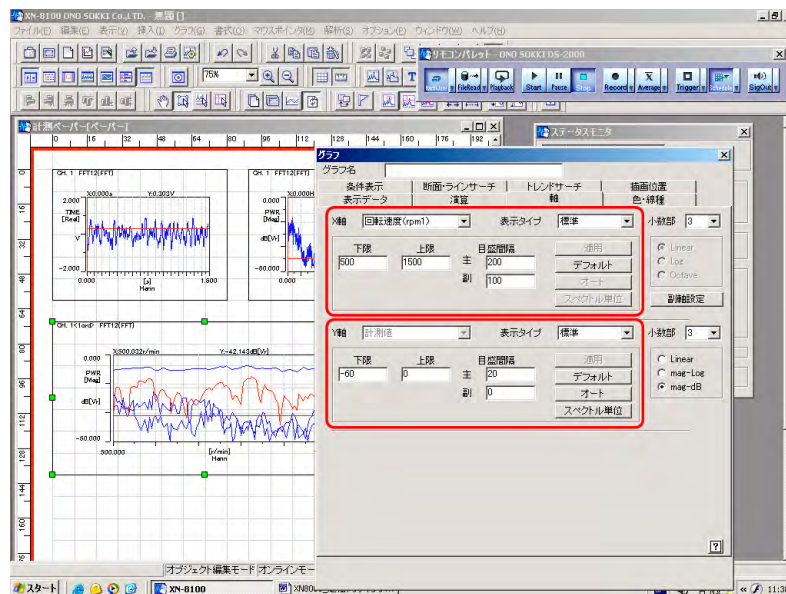

図 18
- ⑨ 【X】 をクリックし [グラフ] プロパティを閉じます。
- ⑩ トレンドグラフをクリックし、アクティブとします。続けて [グラフ] プロパティを開き、[軸] ページの X、Y 軸設定で見やすくスケールの調整をします (図 18)。